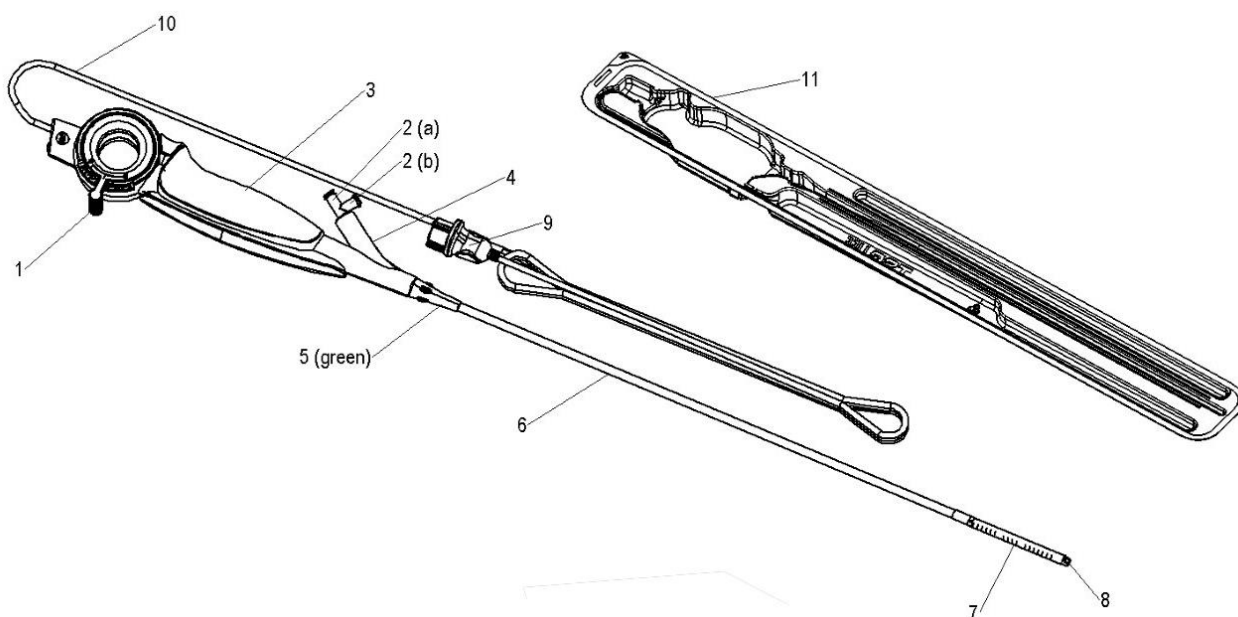

Abbildung 2. Cystoflex flexibles Zystoskop zum Einmalgebrauch.
- Schließen Sie den Spülmitteltubus einer kompatiblen Spülmittelquelle (Spritze, schwerkraftbeschickter Beutel) an den Spülmittel-Port des Griffs des Cystoflex an (**Abbildung 2**). Vergewissern Sie sich, dass keine Flüssigkeit ausläuft und dass das Wasser aus der distalen Spitze austritt.